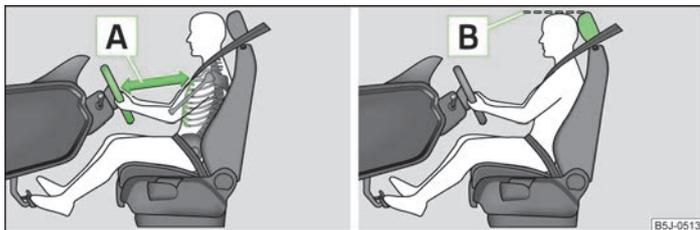

Abb. 96 Der richtige Abstand des Fahrers zum Lenkrad / Die richtige Kopfstützeinstellung
- › Das Lenkrad so einstellen, dass der Abstand **A** » Abb. 96 zwischen Lenkrad und Brustbein mindestens 25 cm beträgt.
- › Die Kopfstütze so einstellen, dass die Oberkante **B** » Abb. 96 auf Seite 107 » Seite 107 der Kopfstütze sich möglichst auf einer Höhe mit dem oberen Teil Ihres Kopfes befindet.
- › Die Kopfstütze so einstellen, dass die Oberkante **B** » Abb. 96 auf Seite 107 » Seite 107 der Kopfstütze sich möglichst auf einer Höhe mit dem oberen Teil des Kopfes befindet.